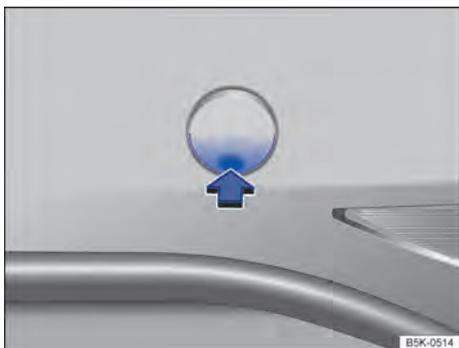

Fig. 230 No para-choque traseiro à direita: retirar a cobertura.
- Pressionar na área inferior da cobertura ⇒ **Fig. 230** no sentido da seta para soltar o encaixe da cobertura.